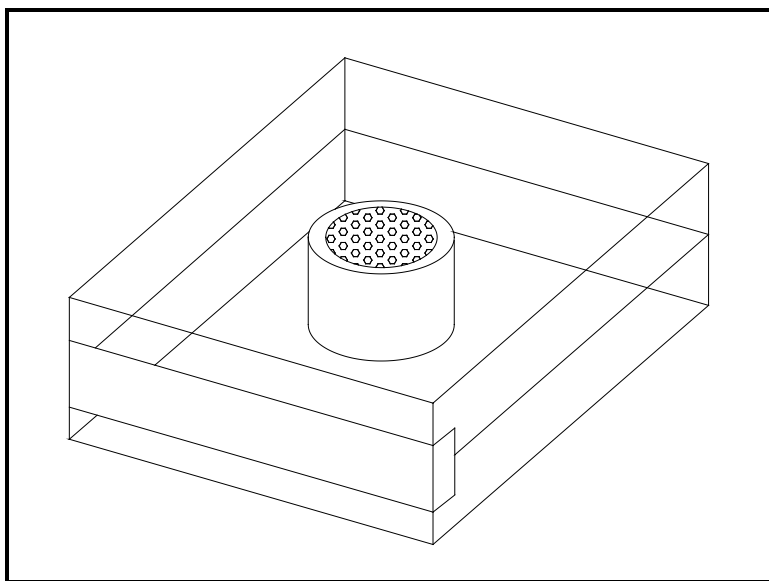

Figura 3: Sensor de Oxigênio na Embalagem
1. Retire o oxy.IQ e o sensor de oxigênio, que está embalado separadamente, (ver *Figura 3* abaixo) do contêiner de transporte. Guarde o contêiner de transporte e o material de embalagem para possível uso no futuro.
5. Abra a embalagem hermética (ver *Figura 3 na página 6*) e remova o sensor de oxigênio da embalagem. Para manter o nível de energia do sensor de oxigênio, remova a aba de aterramento vermelha e **imediatamente** passe para o próximo passo.